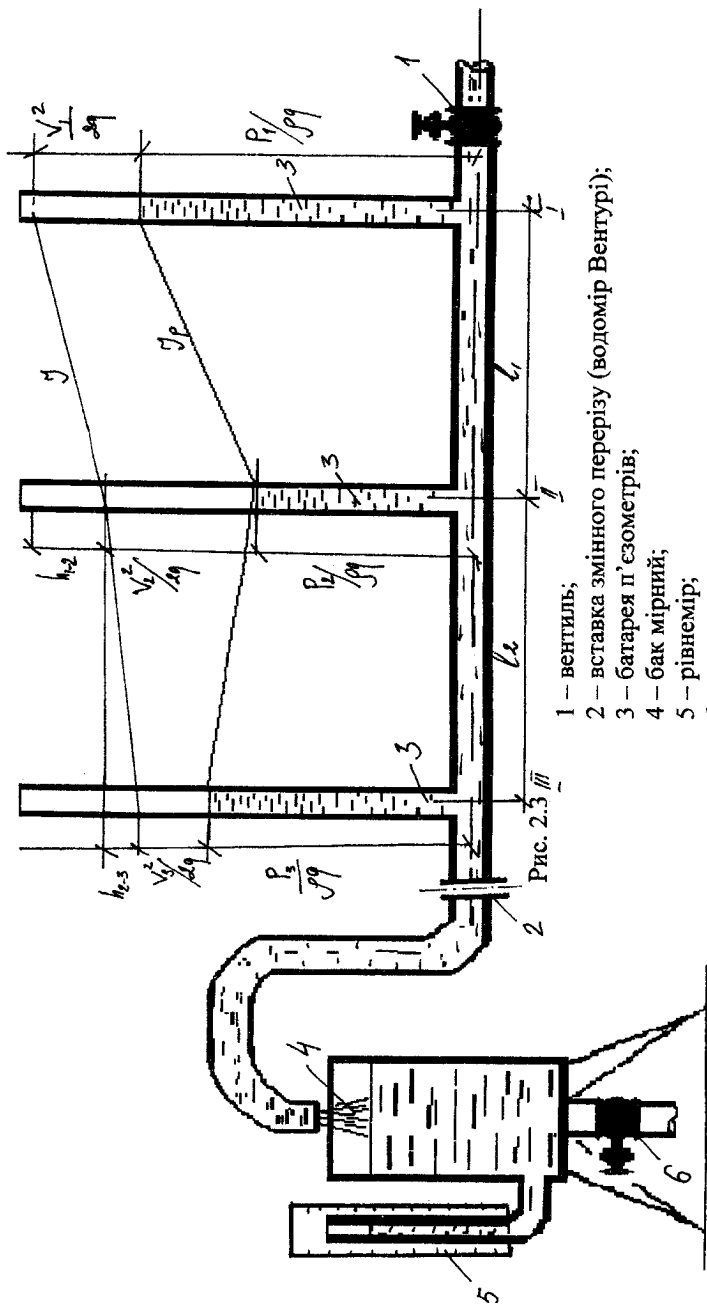

Рис. 2.3 III
Установка являє собою горизонтальний трубопровід (рис.2.3) з трьома ділянками різного діаметра, на кожній з яких встановлено п'єзометри.
10) побудова графіків п'езометричної та напірної лінії проводиться таким чином. На останній сторінці звіту зображується досліджувана ділянка трубопроводу в масштабі: горизонтальний 1:20 (1 см – 2 мм), а вертикальний 1:10 (1 см – 1 мм). В перерізах по вертикалі відкладаються величини статичних та швидкісних напорів, як зображено на рис. 2.3.